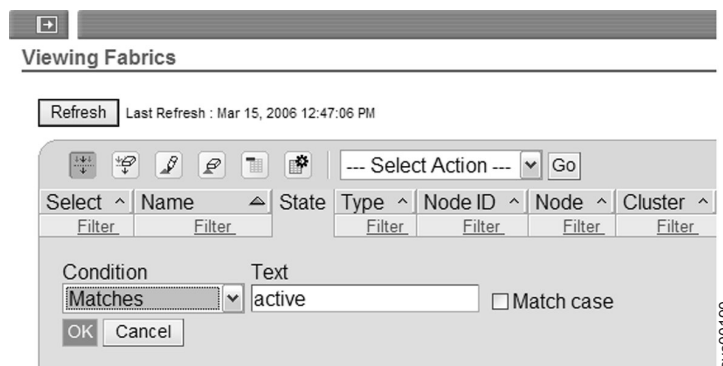

図 7. すべてのアクティブ・デバイスの表示
3. 「条件」メニューで「一致」を選択し、「OK」をクリックします。図 7 を参照してください。